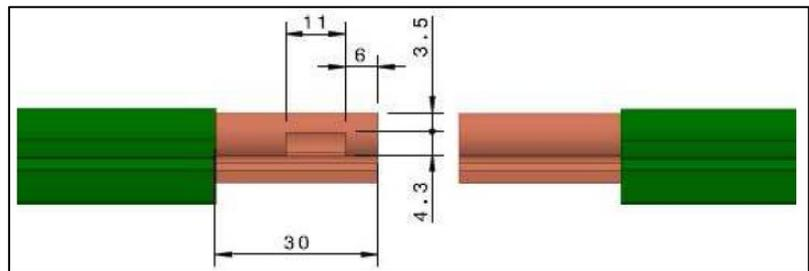

図 52: エクspansionジョイント角穴寸法
- 接続するコンダクターレールの端を数回打抜き、図52の寸法の角穴にします。